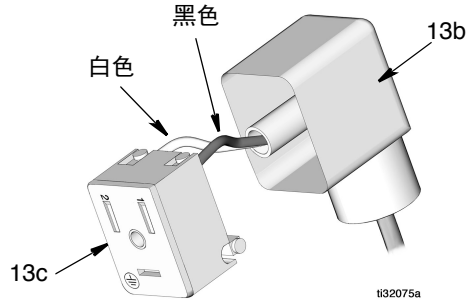

图 9
12. 将接头线缆的另一端插入微型 DIN 电磁阀接头。将管线 (黑色) 连接到标为 1 的端子, 将中性线 (白色) 连接到标为 2 的端子 (图 9)。
13. 更换 DIN 接头 (13b) 中的固定板 (13c) (图 9)。